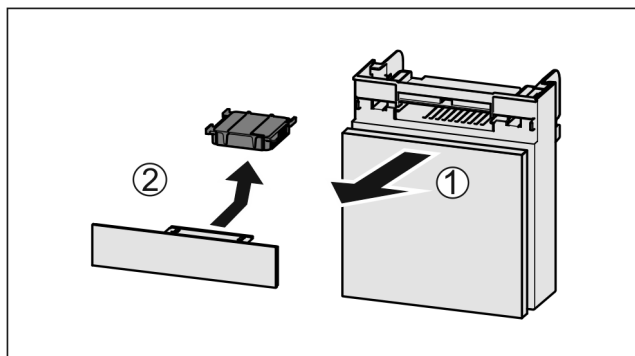

Fig. 182
- Zásuvku vytáhněte dopředu Fig. 182 (1).
- Filtr s aktivním uhlím vyjměte Fig. 182 (2).